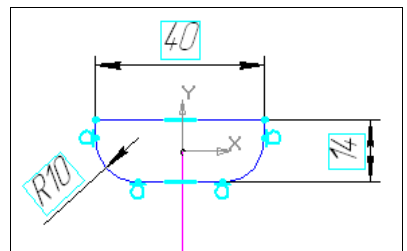

Рис. 24.7. Эскиз сечения поверхности
- ◆ войдите в режим **Эскиз** и начертите сечение, как на рис. 24.7. Закройте эскиз;